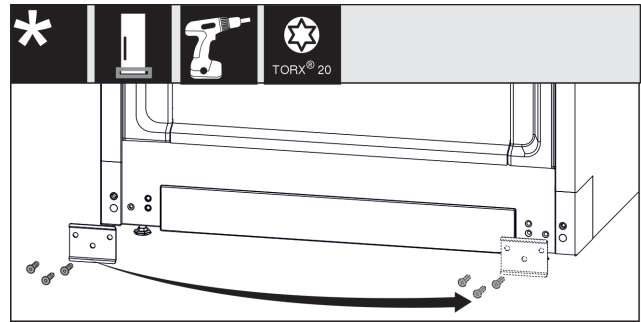

Fig. 16
- ▶ Blech Fig. 16 (1) abschrauben, auf die andere Seite umsetzen und wieder anschrauben.